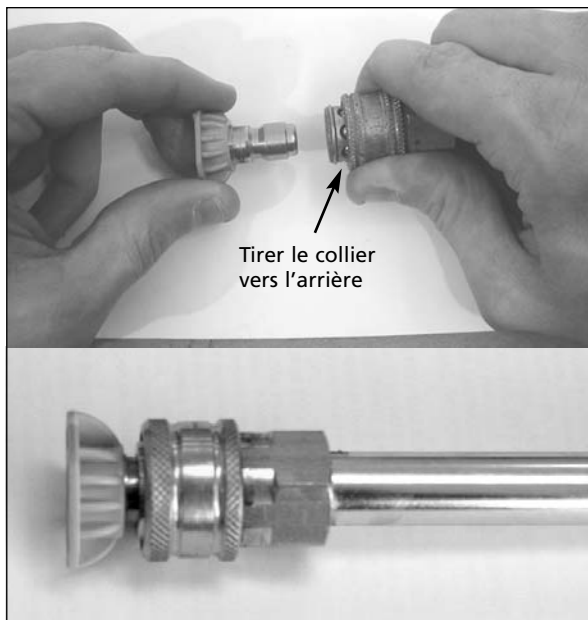

Figure 8 - Installation de la buse de connexion rapide
- Installer la buse de connexion rapide en tirant vers l'arrière le collier et en insérant la buse. Dégager le collier et s'assurer qu'il revient complètement à sa position à l'avant et que la buse est fixe (voir figure 8).